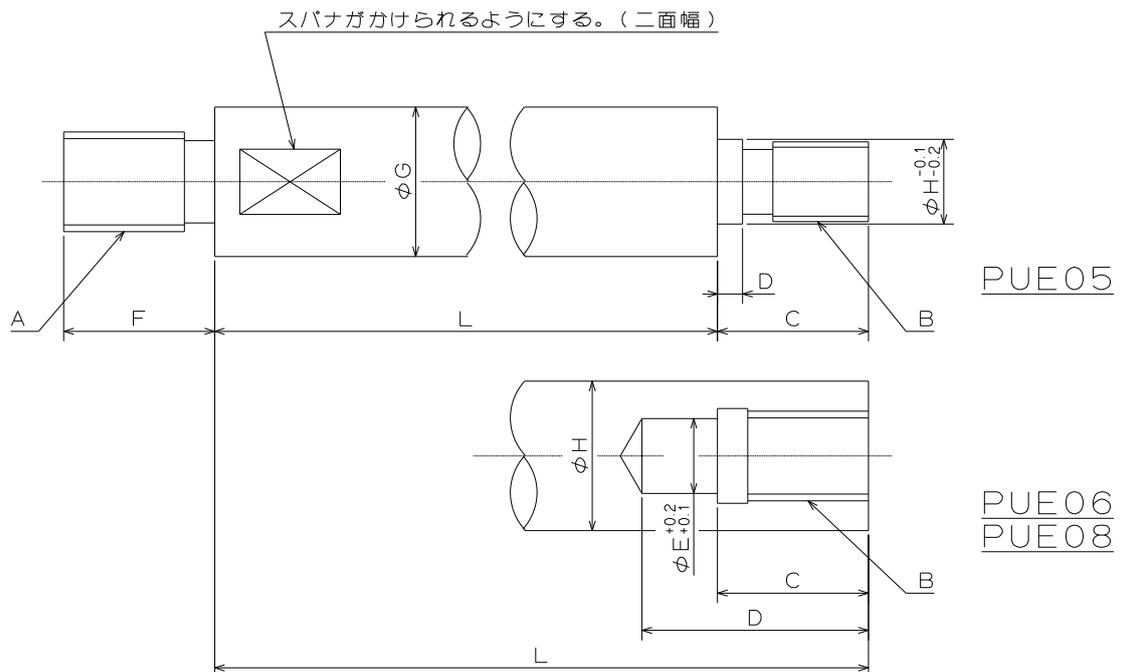

図 12
- ・ ドローバーは図 12 の寸法 H を守り、引張り強さ 380MPa(38kgf/mm²)以上の材質を使用する必要がある。